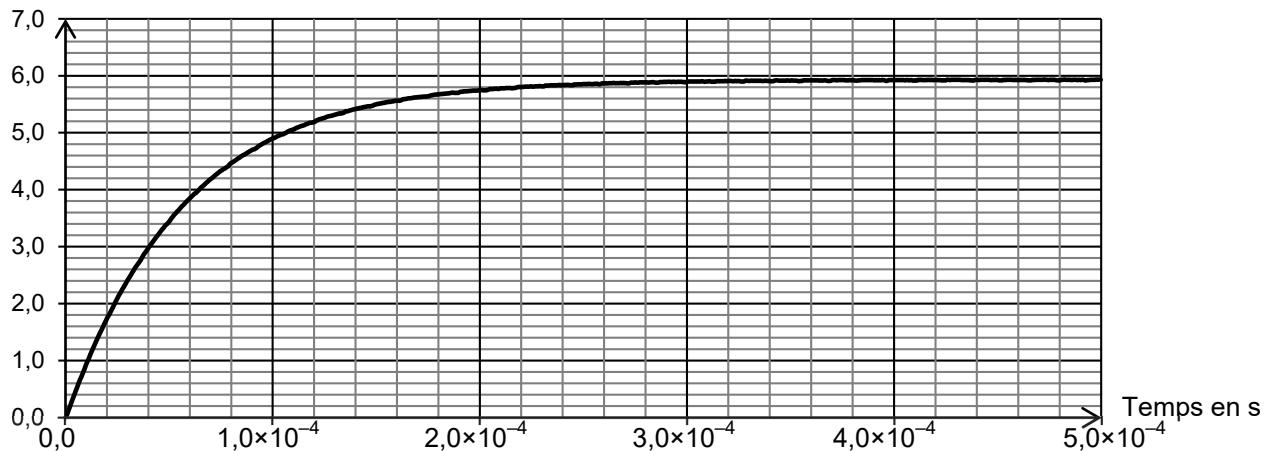

Figure 6. Courbe expérimentale représentant l'évolution de la tension  $u_C$  au cours du temps avec  $R = 1,00 \times 10^4 \Omega$
- 2.3. Déterminer la valeur de la constante  $B$  et la valeur du temps caractéristique  $\tau$  à l'aide de la figure 6 en expliquant la démarche suivie.